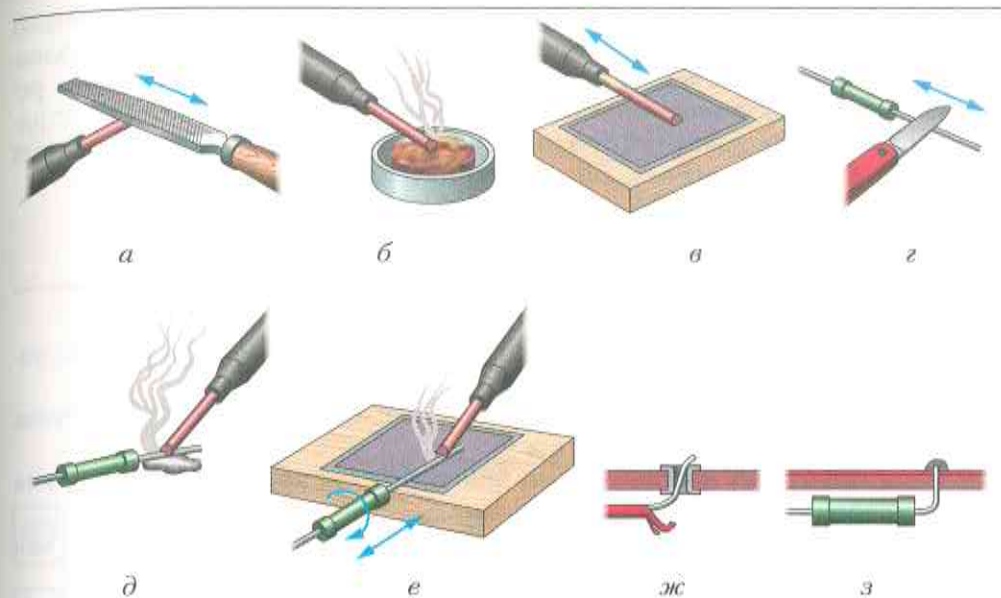

Рис. 34. Процесс паяния:
Процесс паяния монтажных соединений состоит из ряда основных и подготовительных операций (рис. 34, табл. 9). Рассмотрим эти операции.
1. Зачистить жало разогретого паяльника напильником (рис. 34, а).
2. Поместить жало паяльника в канифоль или другой флюс (рис. 34, б).
3. Набрать припой на жало паяльника и распределить его тонким слоем по поверхности жала (рис. 34, в).
4. Зачистить выводы деталей или концов проводов (рис. 34, г).
5. Покрыть зачищенные поверхности флюсом с помощью подготовленного паяльника (рис. 34, д).
6. Покрыть зачищенные поверхности тонким слоем припоя с помощью паяльника (рис. 34, е). Эта операция называется лужением.
7. Закрепить или плотно прижать паяемые детали друг к другу (рис. 34, ж).
8. Взять жалом паяльника небольшое количество припоя, опустить жало в канифоль и немедленно прижать к месту пайки, чтобы металл в месте соединения нагрелся до температуры расплавленного припоя. После того как место пайки прогреется, по нему распределяют равномерным слоем припой. Как только припой растечётся и покроет место пайки, паяльник удаляют, давая остыть расплавленному припою. Место пайки не рекомендуется трогать в течение 40 секунд (рис. 34, з). Оно должно быть блестящим, без наплывов. Нельзя перегревать паяльник — это приводит к быстрому выгоранию флюса и ухудшает свойства припоя.